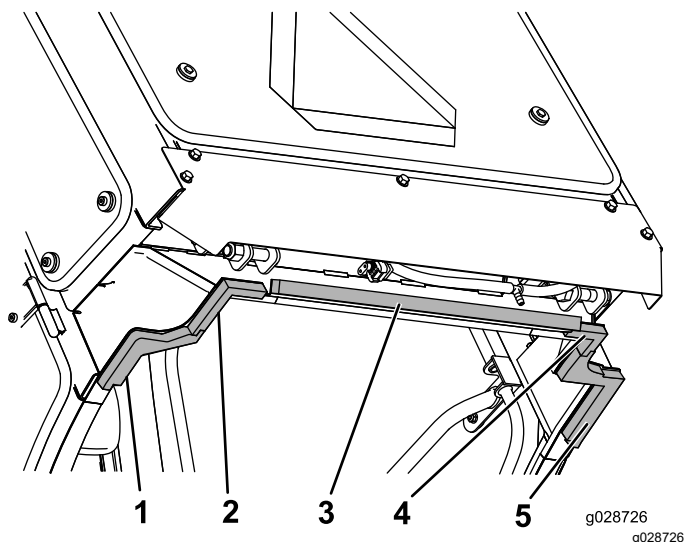

Figura 61
1. Aplique la espuma trasera en la pestaña inclinada de la parte trasera de la cabina, como se muestra en la Figura 61.
2. Instale las juntas de espuma trasera derecha y trasera izquierda en las esquinas interiores del borde trasero inferior del bastidor de la cabina, como se muestra en la Figura 61.
3. Alinee los bordes interiores de las piezas de espuma central izquierda y central derecha con las piezas traseras izquierda y derecha, encajando entre sí las pestañas (Figura 61).